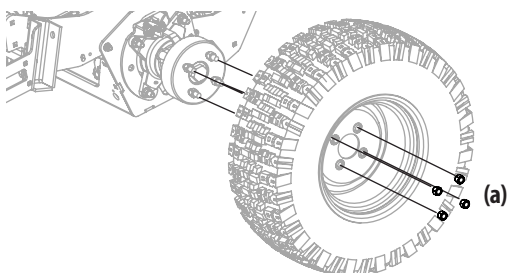

Figure 34
1. Les pneus au sol, desserrez, mais ne retirez pas les quatre écrous de roue (a) (Figure 34 à la page 64).
- Serrez les écrous de roue (a) à 65 à 70 pi-lb (88 à 95 N-m) en les croisant (Figure 34).